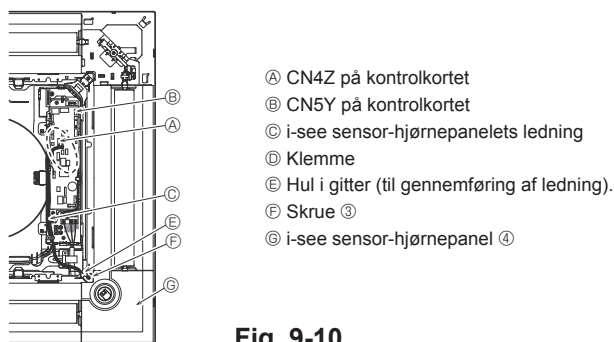

Fig. 9-10
9.4.6. Installation af i-see sensor-hjørnepanel (Fig. 9-10)
- Før ledningsklemmen (hvid, 4-polet og hvid, 5-polet) til i-see sensor-hjørnepanelet ④ fra siden af el-boksen på hovedenheden, og tilslut til klemme CN4Z og CN5Y på kontrolkortet.